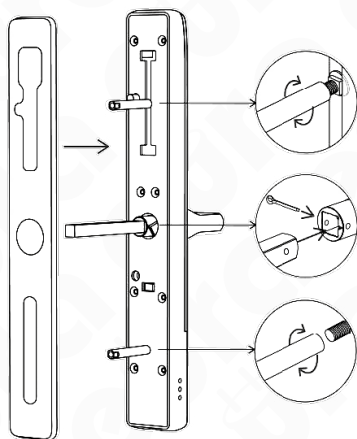

Fig. 11.
1. De acuerdo con la Fig. 11, instale la arandela de goma y atornille los manguitos de montaje (se incluyen dos tipos de manguitos y deben seleccionarse según el grosor de la puerta) en el cuerpo frontal de la manija.